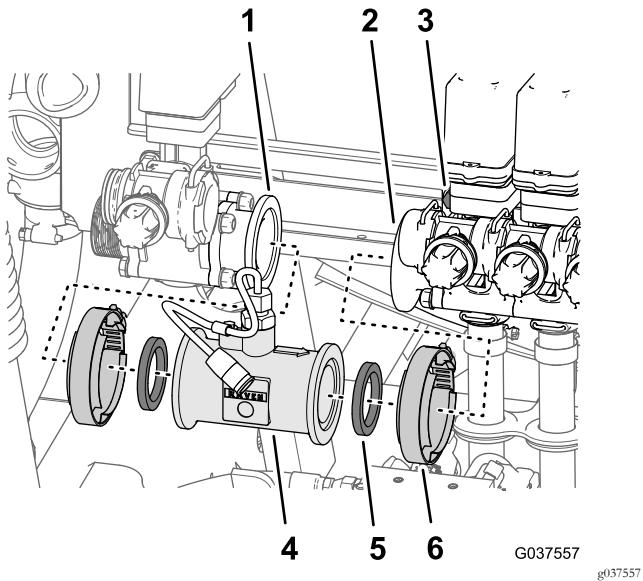

Bild 38
1. Entfernen Sie die zwei Flanschklemmen, mit denen das Durchflussmessgerät an den Flanschen des Rührwerk-Regelventils und dem linken Auslegerabschnittventils befestigt ist (Bild 38).
2. Nehmen Sie die zwei Dichtungen und das Durchflussmessgerät von der Maschine ab (Bild 38).
**Hinweis:** Lösen Sie ggf. die vier Bundkopfschrauben und die vier Sicherungsbundmuttern, mit denen die drei Auslegerabschnittventile an der Ventilstütze befestigt sind (Bild 38).